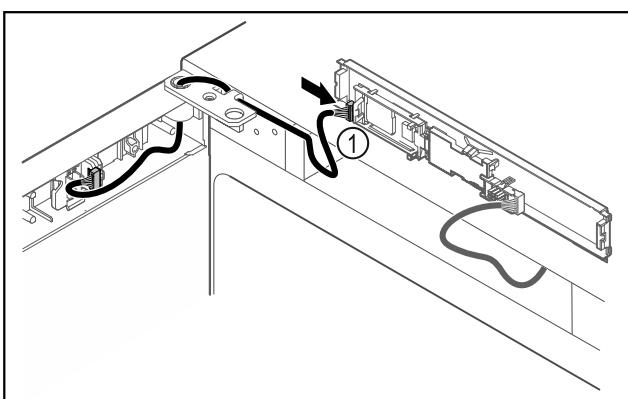

Fig. 45
- Piespraudiet spraudni Fig. 45 (1) pie shēmas plates.